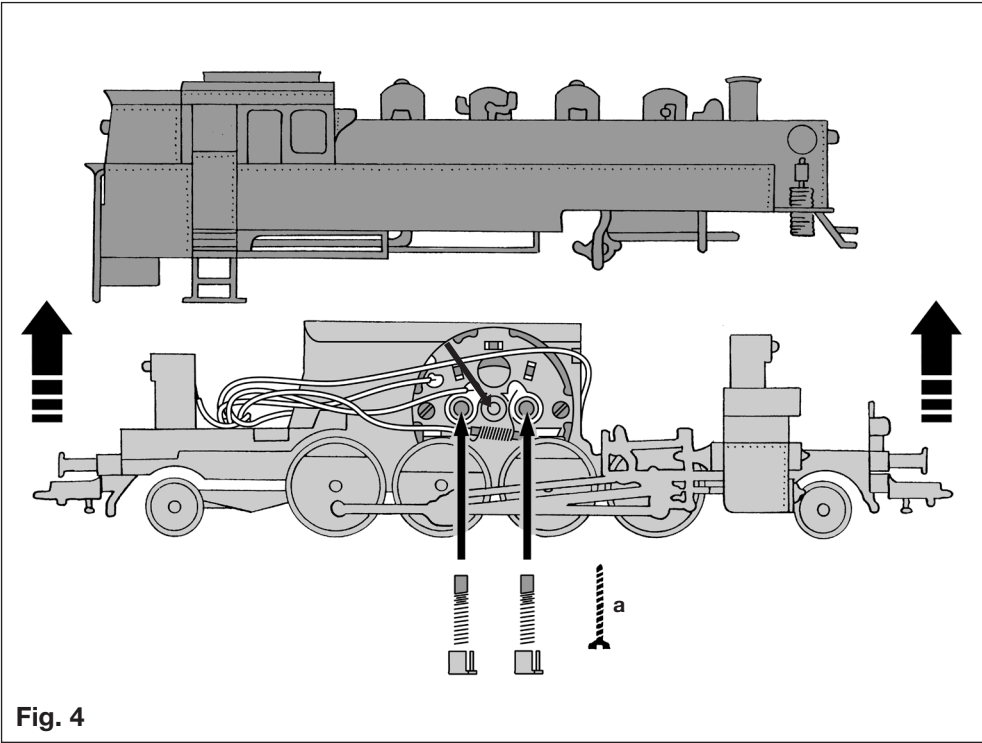
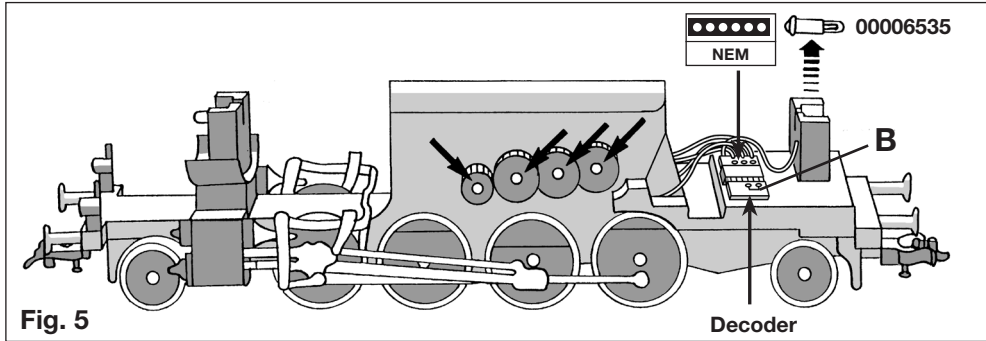

Fig. 4
Fig. 5
**Öffnen:** Ein Öffnen der Lok ist nur zum Lampenwechsel, Einbau eines Decoders, Schleifkohlenwechsel und Ölen der Motor- und Getriebelager erforderlich (Fig. 4/5).
**Ölen:** Geölt werden Motor und Getriebe nur an den gekennzeichneten Lagerstellen (Fig. 4, 5 und 6). Nur **FLEISCHMANN-Öl 6599** verwenden. Nur ein kleiner Tropfen Öl pro Schmierstelle (→), sonst Überölung. Zur Dosierung die in der Verschlusskappe der Ölflasche angebrachte Nadel verwenden.
**Wechseln der Glühlampen:** Halterung etwas spreizen und nach hinten schieben. Lampe nach oben herausnehmen. Einbau erfolgt in umgekehrter Reihenfolge (Fig. 5).
**Einbau eines DCC-Decoders 687403 (Fig. 5):** Beim Einbau bitte die Betriebsanleitung des Decoders beachten! Die Lokomotive ist mit einer 6-poligen Steck-Schnittstelle nach NEM 651 ausgestattet. Zum Einbau eines digitalen Decoders das Lokgehäuse abnehmen (Fig. 4). Den Brückenstecker **B** herausziehen und die Schnittstelle vorsichtig vom Untergrund lösen. Den 6-poligen Stecker des Decoders so in die Schnittstelle stecken, dass die Markierungen „1“ auf der gleichen Kante liegen. Die beiden orangen Litzen von Decoder und Schnittstelle bilden dann eine durchgehende Verbindung. Mit einem der Klebestreifen, die dem Decoder beiliegen, den Decoder mit dem größten Bauelement nach unten auf das Lokfahrgestell kleben. Den zweiten Klebestreifen auf den Decoder kleben. **Hierbei darauf achten, dass Decoder und Schnittstelle durch das Klebeband elektrisch voneinander isoliert sind.** Lokgehäuse wieder aufsetzen und mit der Schraube **a** befestigen. Die Lok kann nun unter der Adresse „3“ gefahren werden.
**To open:** One only needs to open the locomotive, to replace bulbs, install a decoder, to replace carbon brushes, to oil the motor and gear-box axles (fig. 4). Remove the screw **a**. Carefully lift the body upwards. **Spare carbon brushes: 6519.**
**Lubrication:** The motor and gear-box need only be lightly oiled at the bearing points marked (fig. 4, 5 and 6). Only use **FLEISCHMANN-oil 6599**. Only put a tiny drop in each place (→), otherwise it will be overoiled. An applicator needle is located in the cap of the oil bottle for your use. **Exchanging the bulbs:** Gently push to the rear, and remove bulb upwards. Installation in the opposite order (fig. 5). **Spare bulb: 00006535.**
**Installing the DCC-DECODER 687403 (Fig. 5):**
The locomotive is fitted with a 6-pole-electronic connector port according to NEM 651. To install a digital decoder, remove the loco body (fig. 4). Pull out the jumper **B** and carefully remove the connector from the mounting. Insert the 6-pole plug of the decoder into the connector so that the markings "1" are positioned on the same edge. The two orange wires of the decoder and connector will then make a continual connection.
**Le démontage :** Le démontage de la locomotive est uniquement nécessaire pour le remplacement des ampoules, montage d'un décodeur, des balais ainsi que pour le graissage du moteur et des engrenages (fig. 4). Enlever le vis **a**. Soulever verticalement la carrosserie. **Balais de rechange : 6519.**
**Graissage :** Le moteur et les engrenages doivent être huilés uniquement aux endroits indiqués (fig. 4, 5 et 6). N'utilisez que l'huile recommandée **FLEISCHMANN 6599**. Une seule goutte par point à lubrifier (→) afin d'éviter tout excès. L'aiguille montée dans le bouchon du petit flacon convient parfaitement à cet usage.
**Remplacement de l'ampoule :** Soulever légèrement la lamelle de fixation et la glisser vers l'arrière. Retirer l'ampoule vers le haut. Le remontage se fait en sens inverse (fig. 5). **Ampoule de rechange : 00006535.**
**Montage d'un DCC-DECODER 687403 (Fig. 5) :**
La locomotive est équipée d'un connecteur électrique à 6 pôles, normalisé NEM 651. Pour monter un décodeur digital, retirer le boîtier de la locomotive (fig. 4). Extraire la fiche de pontage **B** et détacher soigneusement le connecteur de son support. Brancher la fiche à 6 pôles du décodeur dans le connecteur en veillant à ce que les repères «1» soient du même côté. Les deux fils oranges du décodeur et du connecteur forment ensuite une liaison continue. A l'aide d'un ruban adhésif (fourni avec le décodeur), coller le décodeur sur le lest avec son composant le plus gros orienté vers le bas. Recouper à la longueur du connecteur le deuxième ruban adhésif. Coller le connecteur sur le décodeur à l'aide de l'adhésif. **Veiller à ce que le décodeur et le connecteur soient isolés électriquement par le ruban adhésif.**
**Het openen van de lok:** Het openen van de lok is alleen nodig bij het wisselen van de lampen, inbouwen van een decoder, wisselen van de koolborstels, het oliën van de motorenlagers en de tandwielen (fig. 4). De schroef **a** verwijderen. De kap van de lokomotief loodrecht naar boven trekken. **Reservekoolborstels: 6519.**
**Oliën:** De Motor en de aandrijving hoeven alleen op da aangegeven plaatsen geolied te worden (fig. 4, 5 en 6). Alleen **FLEISCHMANN-olie 6599** gebruiken. Een klein druppeltje per smeerplaats (→) is voldoende. Voor en juiste dosering is het dopje van het olieflesje van een doseernaald voorzien.
**Lampjes verwisselen:** Het contact voorzichtig naar achteren buigen. Lampjes uit de houder nemen. Nieuw lampje in omgekeerde volgorde erin (fig. 5). **Reservegloeilampje: 00006535.**
**Het inbouwen van een DCC-DECODER 687403 (Fig. 5):**
Deze locomotief is met een 6-polige elektrische adapter volgens NEM 651 uitgerust. Om een digitale decoder in te bouwen het lochuis verwijderen (fig. 4). De verbindingsstekker **B** eruit trekken en de adapter voorzichtig losmaken. De 6-polige stekker van de decoder zo in de adapter steken, dat de markeringen "1" aan dezelfde kant komen. Beide oranje draden van decoder en adapter vormen dan een doorgaande verbinding.
**Åbning:** Loket bør kun åbnes for indbygning af decodere, for at ud skifte pærer eller kul, smøring af lejer og motorakslér (Fig. 4). Fjern skrue **a**. Overdelen løftes direkte ovenud. **Udskiftningskol: 6519.**
**Smøring:** Smør kun motor og tandhjul/lejer hvor pilene viser. Anvend kun **FLEISCHMANN**-olie **6599**. Kun en enkelt dråbe for hvert smørested (→), ellers oversmøres. Til dosering anvendes de lille nål indvendig i skrilåget (Fig. 4, 5 og 6).
**Udskiftning af pærer:** Holderen spredes lidt og trækken bagud. Pæren løftes ovenud. Montering i omvendt rækkefølge (Fig. 5). **Udskiftningspærer: 0006535.**
**Læs vejledningen ved DCC-DECODEREN 687403 (Fig. 5).**
Lokomotivet er forsynet med et 6-polet (hun)stik efter NEM 651 norm. For indbygning af en digital decodere fjernes lok-overdelen (fig. 4). Det oprindelige hanstik **B** trækkes ud, og hunstikket løsnes forsigtigt fra underlaget. Det 6-polede stik på decoderen sættes i hunstikket, bemærk at markeringen "1" skal ligge på den samme kant. Begge de orange ledninger fra decoderen og stik laver nu en gennemgående forbindelse.
**Apertura:** L'apertura della locomotiva si richiede solo per il cambio delle lampade, montaggio del decoder, per la sostituzione delle spazzole di carbone di contatto, per oliare i cuscinetti del motore e dell'ingranaggio (fig. 4). Rimuovere la vit **a**. Sfilare la carcassa della locomotiva verticalmente in alto. **Carboncini di ricambio: 6519.**
**Lubrificazione:** Il motore e l'ingranaggio vengono lubrificati solo nei punti contrassegnati dei supporti (fig. 4, 5 e 6). Utilizzare solo olio **FLEISCHMANN 6599**. Usare soltanto una piccola goccia per ogni punto di oliature (→), altrimenti si rischia di oliare troppo. Per il dosaggio utilizzare l'ago di cui è provvisto il tappo di chiusura del flacone dell'olio.
**Sostituzione della lampadina ad incandescenza:** Allargare un po' il supporto e spingerlo indietro, estrarre la lampadina verso l'alto. Per il montaggio, procedere in senso inverso (fig. 5). **Lampadina di ricambio: 0006535.**
**Montaggio del DCC-DECODER 687403 (Fig. 5).**
La locomotiva è equipaggiata di un connettore elettrico a 6 poli a norma NEM 651. Per l'installazione del decoder digitale togliere il mantello della locomotiva (fig. 4). Estrarre la spina **B** e staccare il connettore dal suo supporto. Inserire lo spinotto a 6 poli del decoder nel connettore in modo tale che i segni di riferimento "1" siano sullo stesso angolo. I due fili arancioni del decoder ed il connettore formeranno un collegamento continuo.